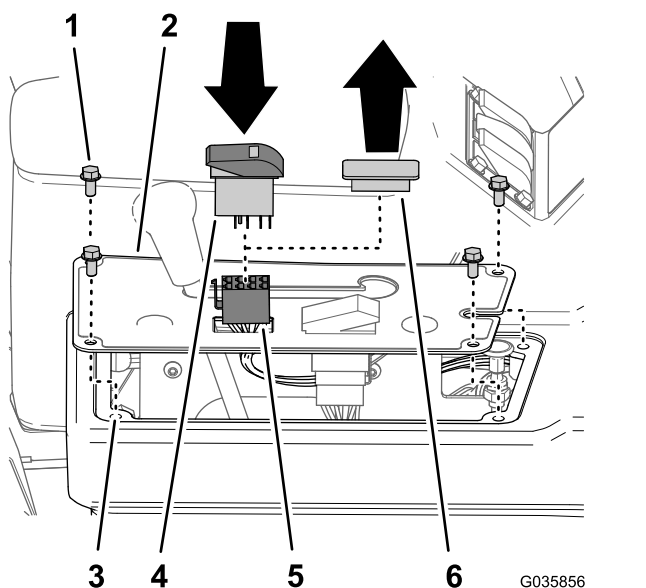

図 33
1. パネルカバーをコンソール上部に図 33 のように固定しているフランジヘッドボルト $\frac{1}{4} \times \frac{1}{2}$ " 4 本があれば、これらを取り外す。
2. コンソールのパネルカバーからスイッチプラグを外す 図 33。
3. ウルトラソニックブーム仕上げキットのワイヤハーネスの 8 ソケットコネクタを、パネルカバーの開口部を通して接続する (図 33)。
4. ウルトラソニックブーム仕上げキットのワイヤハーネスの 8 ソケットコネクタ SONIC MODE MANUAL VS. AUTO というラベルがついているを、ロッカースイッチに接続する (図 33)。
5. コンソールコントロールの取り付け穴にロッカースイッチを取り付ける。パチンとはまるまでスイッチを押し込むこと 図 33。
6. パネルカバーの穴を、コンソール上部の穴に合わせる 図 33。
7. パネルをコンソールに取り付ける 図 33 ステップ 1 で外したボルトを使う。